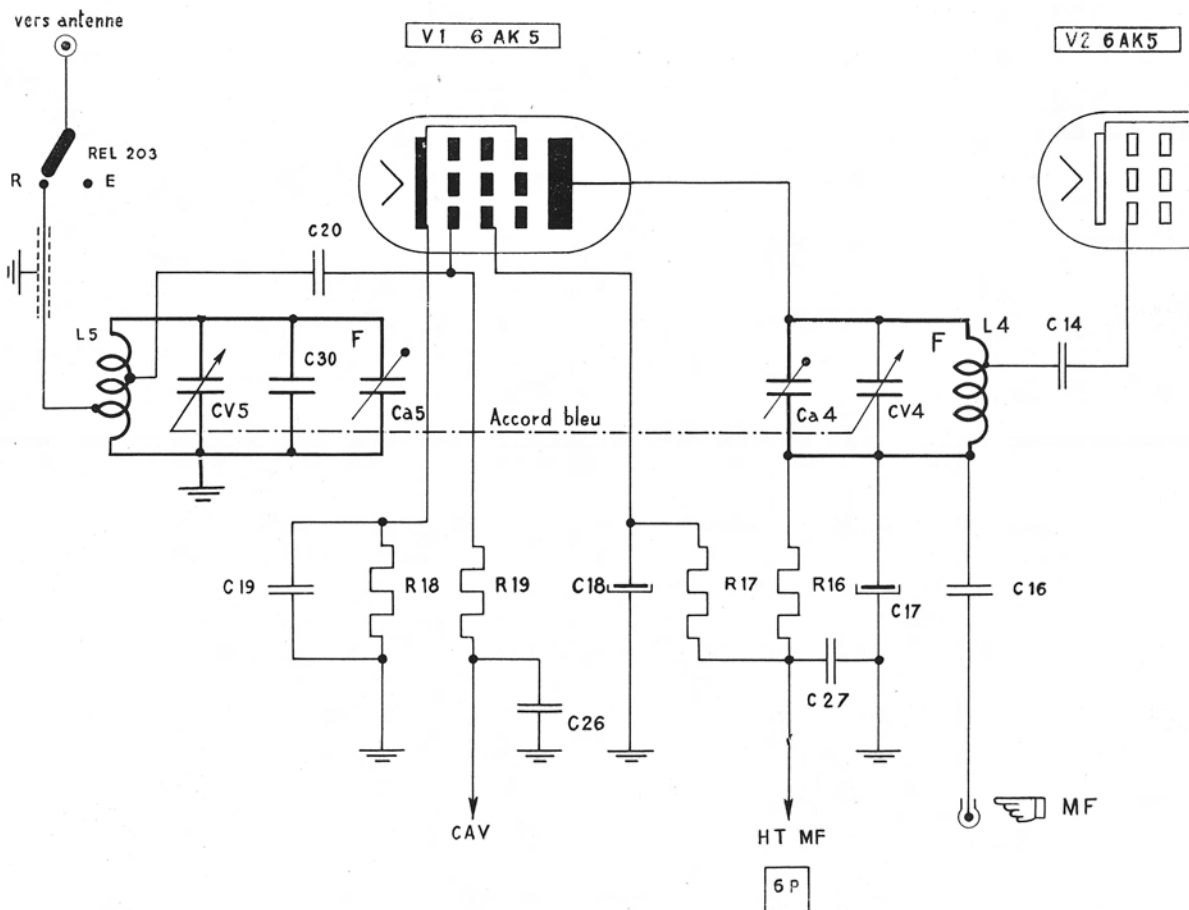

Fig. 4. — Amplificateur VHF (Récepteur)
a) Amplificateur d'entrée (fig. 4).